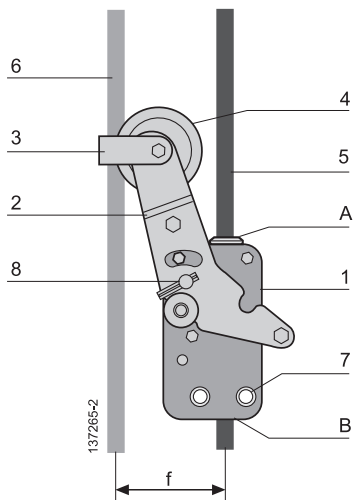

Fig. 1
O aparelho antiqueda Blocstop™ tipo BS (BSA, fig. 1) é composto por uma caixa de aço zincado (item 1, fig. 1) e uma alavanca de aço zincado pivotante (item 2, fig. 1) tendo na sua extremidade um rolete de detecção em aço zincado (item 4, fig. 2). O aparelho antiqueda é fixado rigidamente na plataforma suspensa pelos seus 2 parafusos + porcas de auto-travagem previamente montados nos orifícios (item 7, fig. 1). A rotação da alavanca (item 2, fig. 1) comanda a abertura ou o fecho das maxilas.
O funcionamento do aparelho antiqueda é automático, e depende unicamente da distância f (ver, fig. 1) entre o cabo de elevação (item 6, fig. 1) que permite elevar a plataforma suspensa e o cabo antiqueda (item 5, fig. 1) que passa pela caixa (item 1, fig. 1).
- quando o cabo de elevação (item 6, fig. 1) está tenso, a alavanca (item 2, fig. 1) mantém as maxilas abertas e o cabo antiqueda (item 5, fig. 1) desliza livremente no aparelho (fig. 7),
- quando o cabo de elevação (item 6, fig. 1) se distende, a alavanca (item 2, fig. 6), graças a uma mola de chamada no interior da caixa (item 1, fig. 6) bascula e provoca o aperto das maxilas sobre o cabo antiqueda (item 5, fig. 1). A paragem da plataforma suspensa é instantânea do lado onde o aparelho antiqueda está instalado.
O basculamento da alavanca (item 2, fig. 1) pode ser provocado por:
O guia-cabo de aço zincado (item 3, fig. 1) permite assegurar que o cabo de elevação (item 6) está sempre em contacto com o rolete (item 4, fig. 1).
**IMPORTANTE:** Cada aparelho antiqueda é regulado na fábrica (posição da alavanca item 2, fig. 1 em relação à caixa item 1, fig. 1 através de um parafuso e uma porca de bloqueio). É proibido modificar a regulagem da alavanca em relação à caixa.
- a alavanca (item 2, fig. 1) pivota livremente em torno do seu eixo de rotação (item 8, fig. 1),
- os orifícios A e B (fig. 1) não devem estar sujos ou obturados,
- o rolete (item 4) roda livremente em torno do seu eixo de rotação e não deve apresentar danos que possam deteriorar o cabo de elevação.
- o aparelho deve ser orientado verticalmente como indicado na, fig. 1. Rolete (item 4) no topo, orifícios de fixação (item 7) em baixo,
amarração (item 7, fig. 1) de modo a obter uma distância (f) entre o cabo antiqueda (item 5, fig. 1) e o cabo de elevação (item 6, fig. 1) (indicada no quadro 5 do §4).
IMPORTANTE: Antes da instalação do cabo de elevação no aparelho antiqueda sobre o rolete de detecção (item 4, fig. 1), verificar se o cabo foi instalado conforme às preconizações do manual da instalação de elevação e do presente manual, em particular o respeito da distância (f).